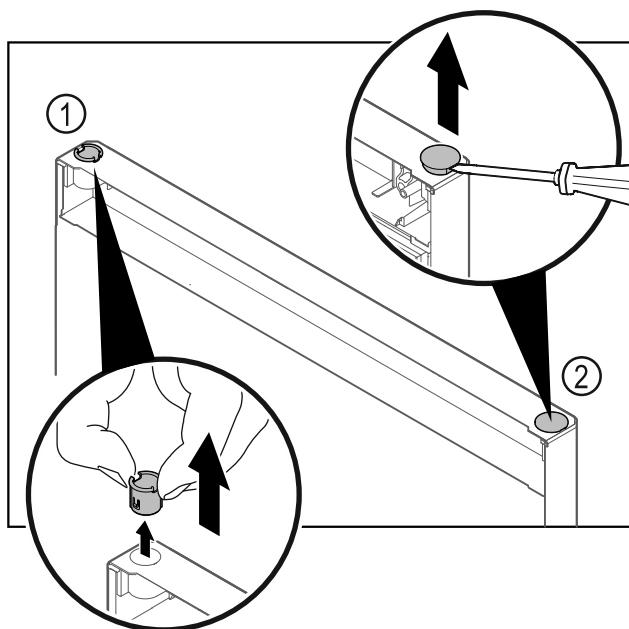

Fig. 24
- Витягніть шарнірну втулку Fig. 24 (1) пальцями.
- За допомогою шліщової викрутки обережно підніміть заглушку Fig. 24 (2) та витягніть її.